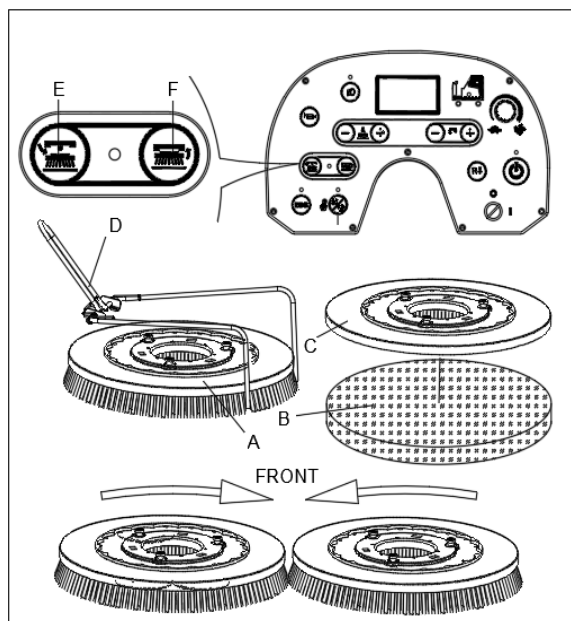

Figura 8
Installare le spazzole (A, Figura 8) o i portafeltro (B e C, Figura 8) a seconda del tipo di pavimento da pulire.
2. Posizionare le spazzole (A, Figura 8) o i portafeltro (B, Figura 8) sotto la testata. Utilizzare il fermo di installazione della spazzola (D, Figura 8) per aiutare a trovare la corretta posizione della spazzola/portafeltro.
3. Installare la spazzola/portafeltro premendo il pulsante a scatto della spazzola/portafeltro (F, Figura 8), la spazzola/portafeltro verrà installata automaticamente. Viene mostrato il senso di rotazione (Figura 8). La spia LED lampeggia.
1. Inserire la chiave di accensione (53, Figura 3) e portarla su "I". Accertarsi che la spazzola/portafeltro si trovi in posizione sollevata (IN ALTO). Rimuovere la spazzola/portafeltro premendo il pulsante di sgancio della spazzola/portafeltro (E, Figura 8), la spazzola/portafeltro si sgancia automaticamente. La spia LED rimane accesa fissa.